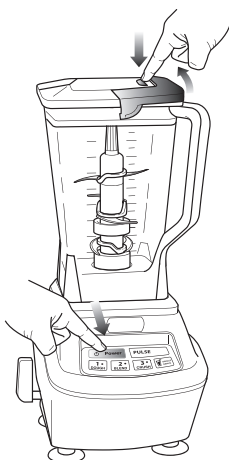
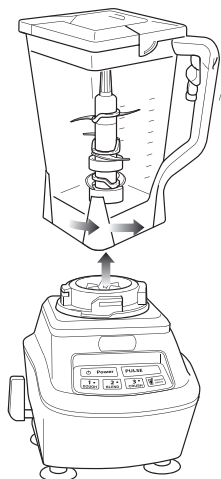

Fig. 7
Fig. 8
- 10** Cuando haya alcanzado la consistencia deseada, apague el artefacto presionando el botón de encendido (⏻) y espere a que se detenga. (Fig. 7)
- 11** Para remover la tapa, presione el botón de liberación de la tapa, tire del mango de la tapa hacia arriba hasta un ángulo de 90° y saque la tapa. Gire la jarra en sentido contra horario y sáquela de la base. (Fig. 7, Fig. 8)